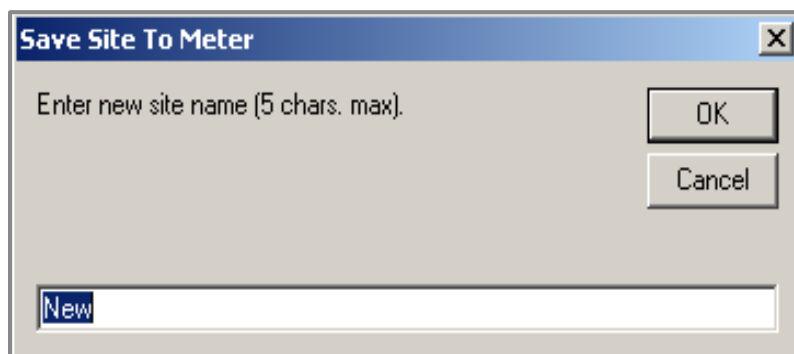

Рисунок 35: Окно ввода названия объекта
3. Затем разверните дерево прибора, как показано на рис. 35.